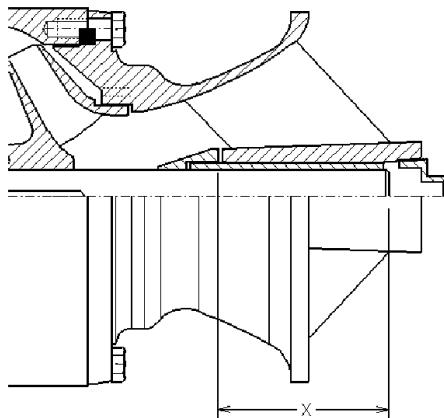

Рисунок 21
2. Если песчаный фланец не собран с валом, установить песчаный фланец. Песчаный фланец прикрепляется к валу горячепрессовой посадкой. Большой диаметр контроверстия песчаного фланца проходит в направлении подшипник раstrauba всасывающего патрубка. Нагревать песчаный фланец до тех пор, пока он не наденется на вал и быстро расположить его таким образом, чтобы нижняя часть песчаного фланца была установлена в соответствии с размером "X", прежде чем он остынет. См. рисунок 21. См. таблицу 3 для получения информации о размерах "X". Вдвигать плоский конец вала насоса в подшипник емкости /раструб всасывания до тех пор, пока песчаный фланец не остановится на емкости /раструбе всасывания.